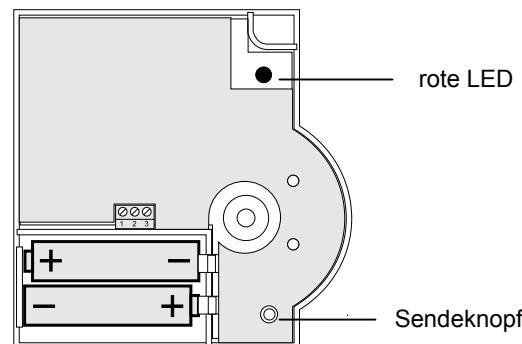

Abb. 2: Polung der Batterien und Sendeknopf
- Legen Sie die mitgelieferten Mignon-Batterien mit der korrekten Polung ein (siehe Abb. 2). Wenn die rote LED am HCW 82/HCF 82 blinkt, müssen die Batterien erneuert werden (siehe "Batteriewechsel", Seite 6).
- ▶ Aktivieren Sie innerhalb von 4 min. den Teach-in, indem Sie am Raumtemperaturfühler den Sendeknopf drücken (siehe Abb. 2, Sendeknopf).